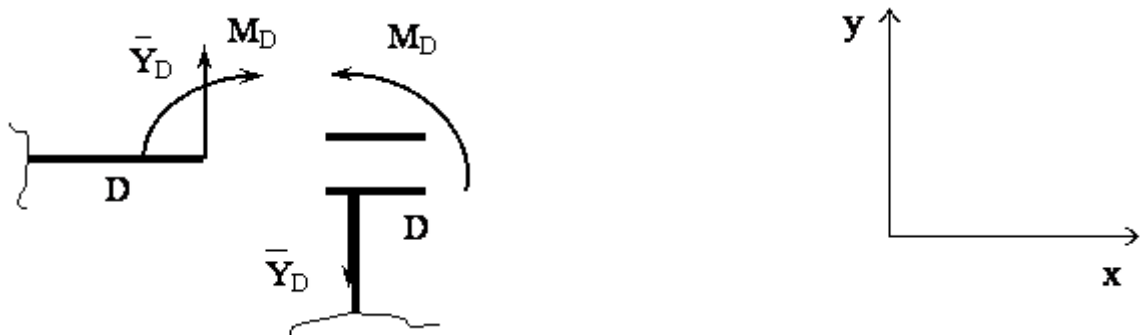

Рис. 16
**Решение.** Используя рекомендации примера 3, расставляем реакции в опорах. Их получается четыре ( $\bar{X}_A, \bar{Y}_A, \bar{M}_A, \bar{R}_F$ ). Так как в плоской статике для одного тела можно составить только три уравнения равновесия, то для определения реакций необходимо разбить конструкцию на отдельные твердые тела так, чтобы число уравнений и неизвестных совпало. В данном случае можно разбить на два тела  $ABCD$  и  $DEF$ . При этом в месте разбиения, т. е. в точке  $D$  для каждого из двух тел появляются дополнительные реакции, определяемые по виду, числу и направлению так же, как и для точек  $A$  и  $F$ . При этом по третьему закону Ньютона они равны по значению и противоположно направлены для каждого из тел. Поэтому их можно обозначить одинаковыми буквами (см. рис. 16).
нашем случае удобно начать с тела  $DEF$ , т. к. для него имеем меньше неизвестных. Первым составим уравнение проекций на ось  $x$ , из которого найдем  $R_F$ . Далее составим уравнения проекций на оси  $y$  и найдем  $Y_D$ , а затем уравнение моментов относительно точки  $F$  и определим  $M_D$ . После этого переходим к телу  $ABCD$ . Для него первым можно составить уравнения моментов относительно точки  $A$  и найти  $M_A$ , а затем последовательно из уравнений проекций на оси найти  $X_A, Y_A$ . Для второго тела необходимо учитывать свои реакции  $Y_D, M_D$ , взяв их из рис.16, но значения этих реакций уже будут известны из уравнений для первого тела.
В некоторых вариантах задан коэффициент трения в какой-то точке, например  $f_A = 0,2$ . Это означает, что в этой точке необходимо учесть силу трения  $F_{трA} = f_A \cdot N_A$ , где  $N_A$  реакция плоскости в этой точке. При разбиении конструкции в точке, где учитывается сила трения, на каждое из двух тел действует своя сила трения и реакция плоскости (поверхности). Они попарно противоположно направлены и равны по значению (как и реакции на рис.16).